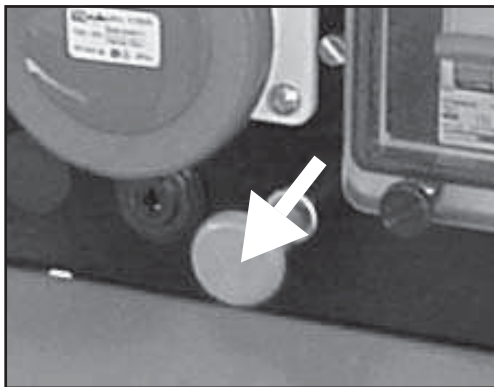

Fig. 8
3) Model Ruggerini Motor: Hiv i grebet på kontrolpanelet (se fig. 8). Vent til motoren er helt standset og drej så nøglen over i "OFF" position.